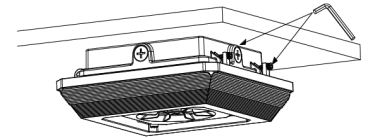

Figure 2-8
8. Lock the two end cap screws, the product is installed. Figure 2-8
8. Verrouillez les deux vis de blocage, le produit est installé. Figure 2-8